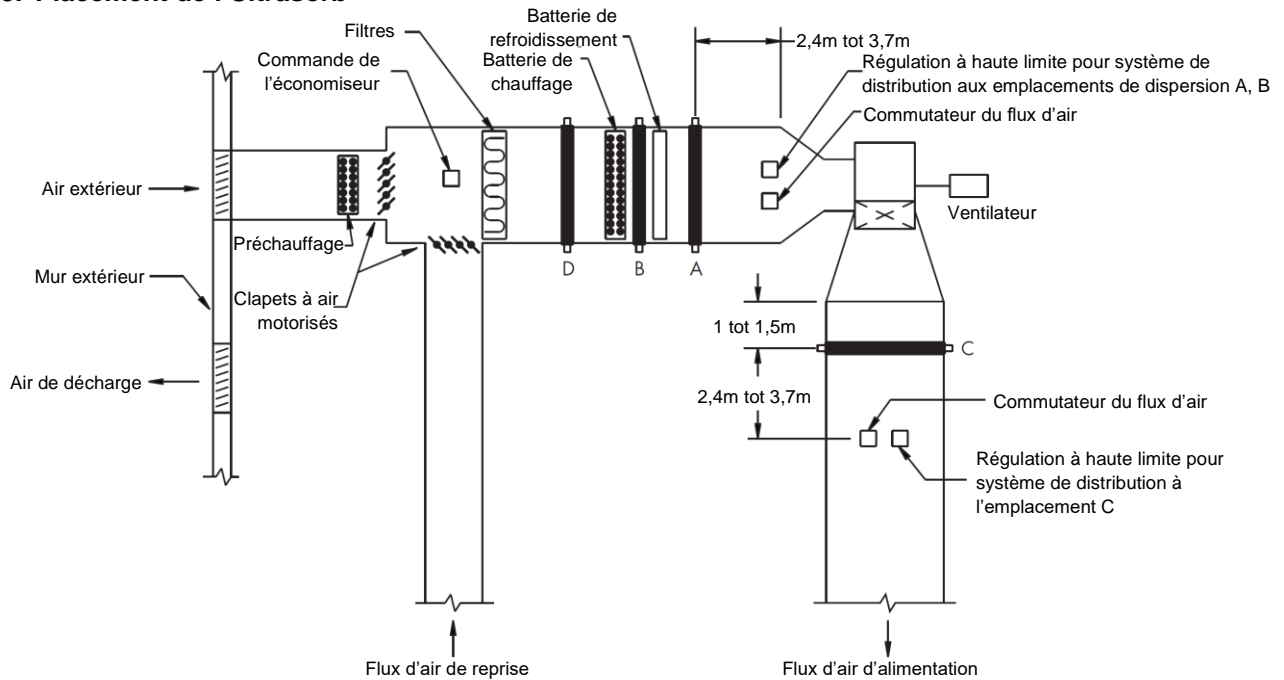

Fig. 4 - Mise en place d'un ensemble de dispersion dans une unité de traitement d'air
2.3.2. Montage dans le conduit d'air (Fig. 4)
Utilisez un hygrostat à haute limite (installé dans le conduit) pour éviter une sursaturation (voir Fig. 4).